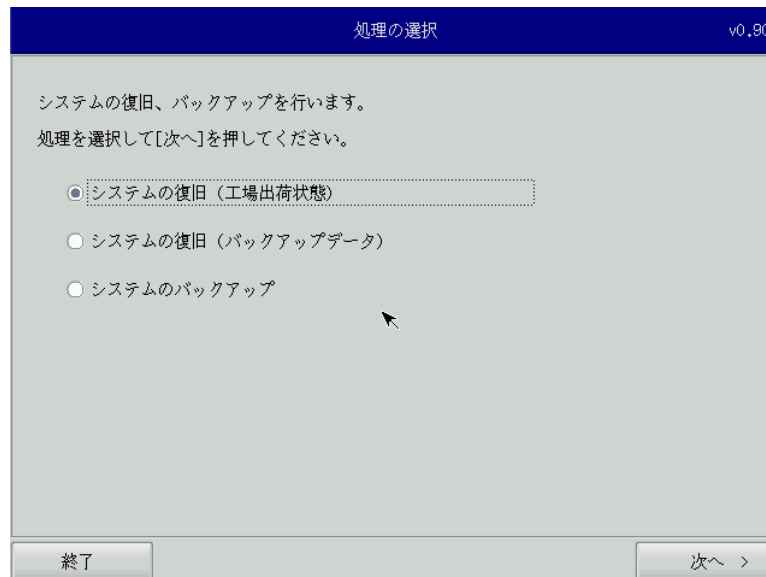

図 6-1-4. リカバリメイン画面
- ⑪ 再起動し、正常にリカバリDVDから起動すると図 6-1-4のリカバリメイン画面が表示されます。
- ① LAN ケーブルが接続されている場合は、LAN ケーブルを取り外してください。
- ② USB メモリ、SD カードなどのストレージメディアが接続されている場合は、ストレージメディアを取り外してください。
- ③ 「6-1 リカバリDVDの起動」を参考にリカバリDVDを起動させます。
- ④ リカバリメイン画面（図 6-1-4）で[システムの復旧（工場出荷状態）]を選択し、[次へ]ボタンを押します。
- ③ 「6-1 リカバリ DVD の起動」を参考にリカバリ DVD を起動させます。
- ④ リカバリメイン画面 (図 6-1-4) で [システムのバックアップ] を選択し、[次へ] ボタンを押します。
- ④ リカバリメイン画面（図 6-1-4）で[システムの復旧（バックアップデータ）]を選択し、[次へ]ボタンを押します。